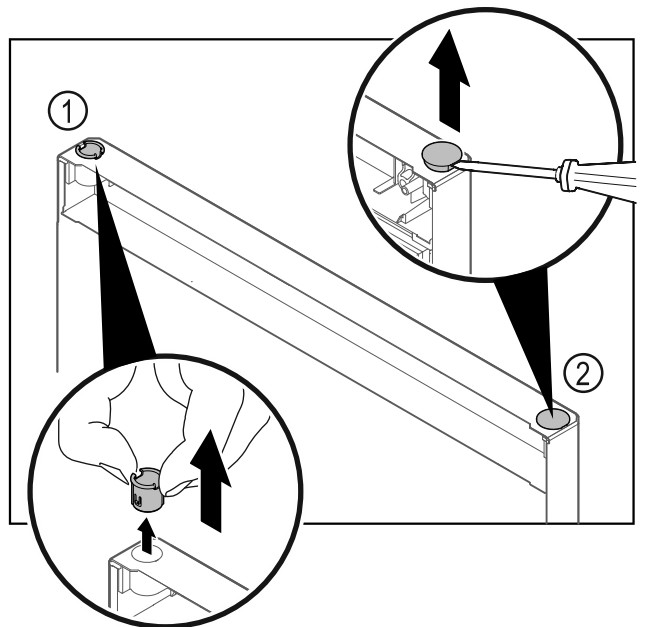

Fig. 27
- ▶ 用手指拔出合页衬套 Fig. 27 (1)。
- ▶ 用带槽螺丝刀小心撬起盖塞 Fig. 27 (2)并将其拔出。